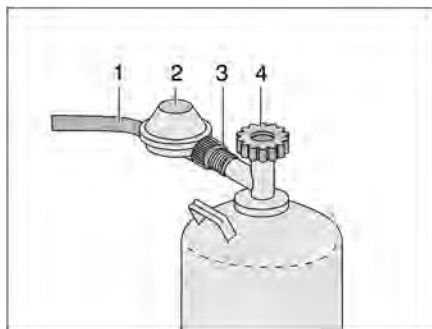

Bild 227 Anschluss Gasflasche
- Haupt-Absperrventil (Bild 227,4) an der Gasflasche schließen. Pfeilrichtung beachten.
- Gasdruckregler (Bild 227,2) festhalten und Rändelmutter (Bild 227,3) öffnen (Linksgewinde).
- Gasdruckregler mit Gasschlauch (Bild 227,1) von der Gasflasche abnehmen.
- Gasdruckregler (Bild 227,2) mit Gasschlauch (Bild 227,1) an die Gasflasche ansetzen und Rändelmutter (Bild 227,3) von Hand fest zudrehen (Linksgewinde).